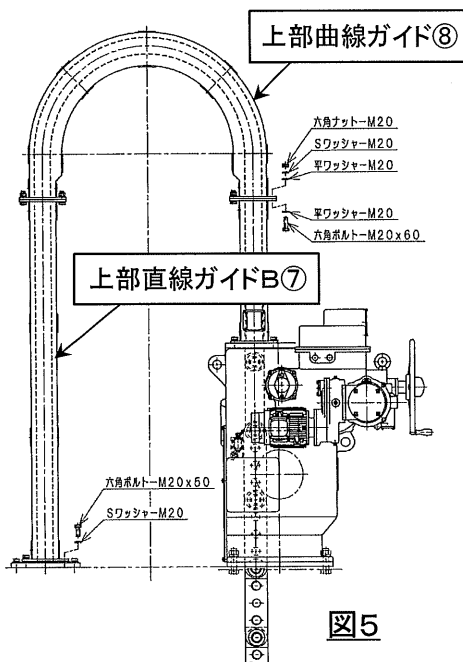

図5
2-1-12. 計算による厚さ t 分のライナの組合せを上記表1により選択し、上部直線ガイドB⑦と上部曲線ガイド⑧を取付ます。(表1、図5)
(図5)